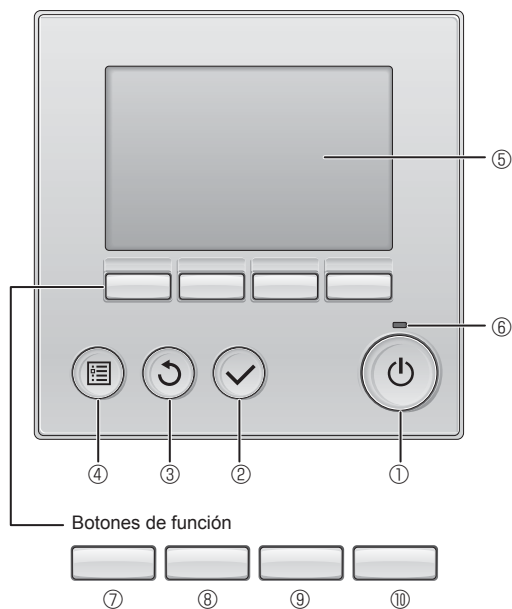

Fig. 7-2
7.3.1. Al usar el controlador remoto cableado (Fig. 7-2)
① Botón [ENCENDIDO/APAGADO]